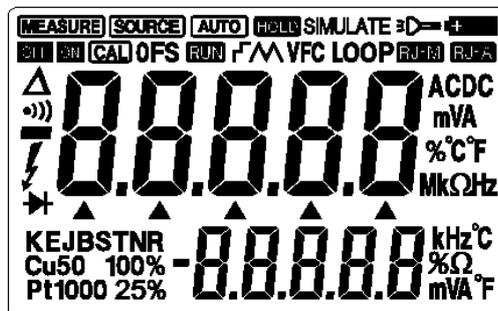

Рис. 5 Символы дисплея (кр. врем. индикация при включении)
- Рис. 5 и Таблица 5 - элементы дисплея.